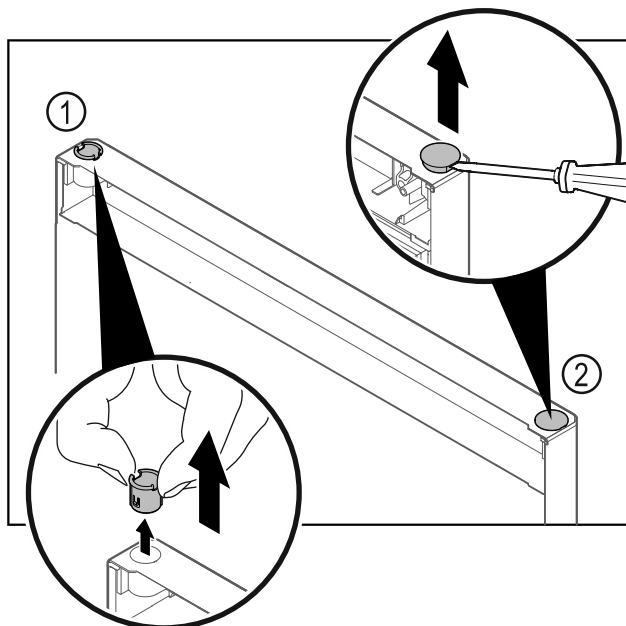

Fig. 15
- Vedä saranaholkki Fig. 15 (1) sormin pois.
- Kohota suojanastaa Fig. 15 (2) varovasti uraruuvimeisselillä ja vedä se pois.